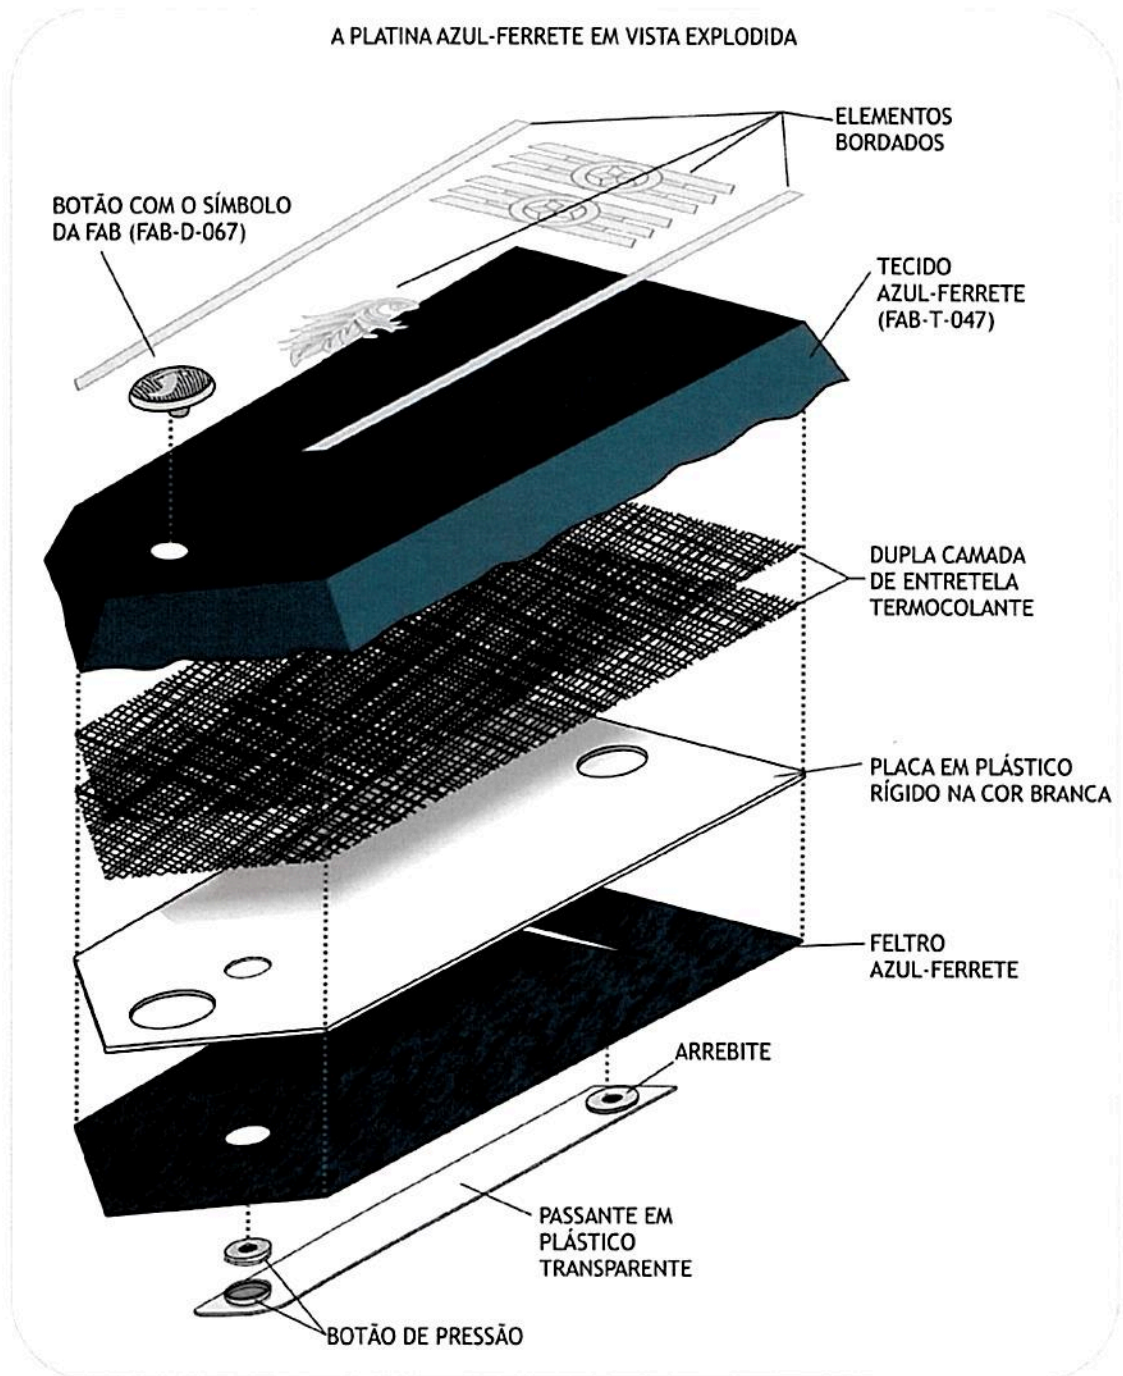

Figura 2: composição da platina.
06.01 Conforme Tabela 24 e Figura 2.